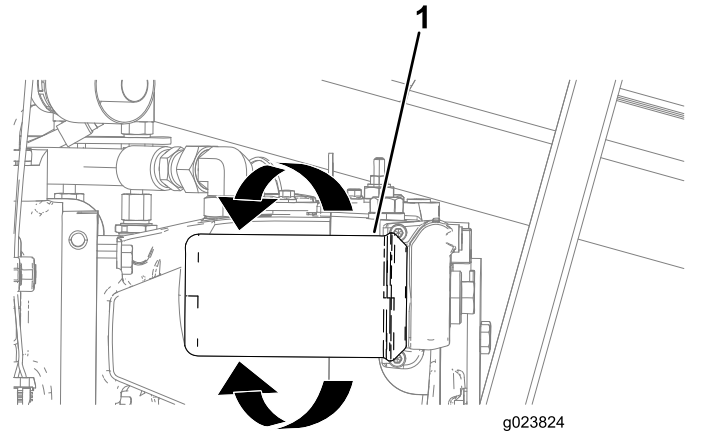

Bild 126
3. Stellen Sie eine Auffangwanne oder legen Sie mehrere Lappen unter den Ladefilter (Bild 126).
4. Drehen Sie den Ladefilter nach links und nehmen den Filter ab (Bild 126).
6. Fluchten Sie den Ladefilter mit der Stelle aus und drehen Sie ihn nach rechts, bis die Dichtung des Filters den Adapter berührt (Bild 126).